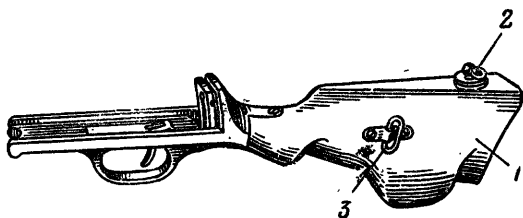

Рис. 20. Спусковая рама с прикладом:
15. Спусковая рама (рис. 20) служит для помещения спускового механизма; с ней прикреплен приклад. На стойке спусковой рамы имеются **вертикальные пазы** и **выступы** для соединения со ствольной коробкой и отверстие для соединительного винта.